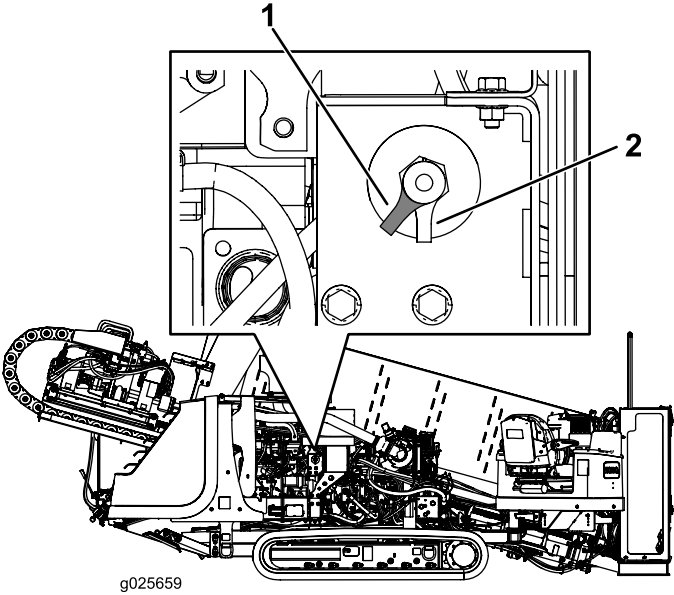

Figura 47
- Para suministrar energía eléctrica a la máquina, gire el interruptor de DESCONEXIÓN DE LA BATERÍA en sentido horario a la posición de ENCENDIDO (Figura 47).
LA BATERÍA en sentido antihorario a la posición de APAGADO (Figura 47).